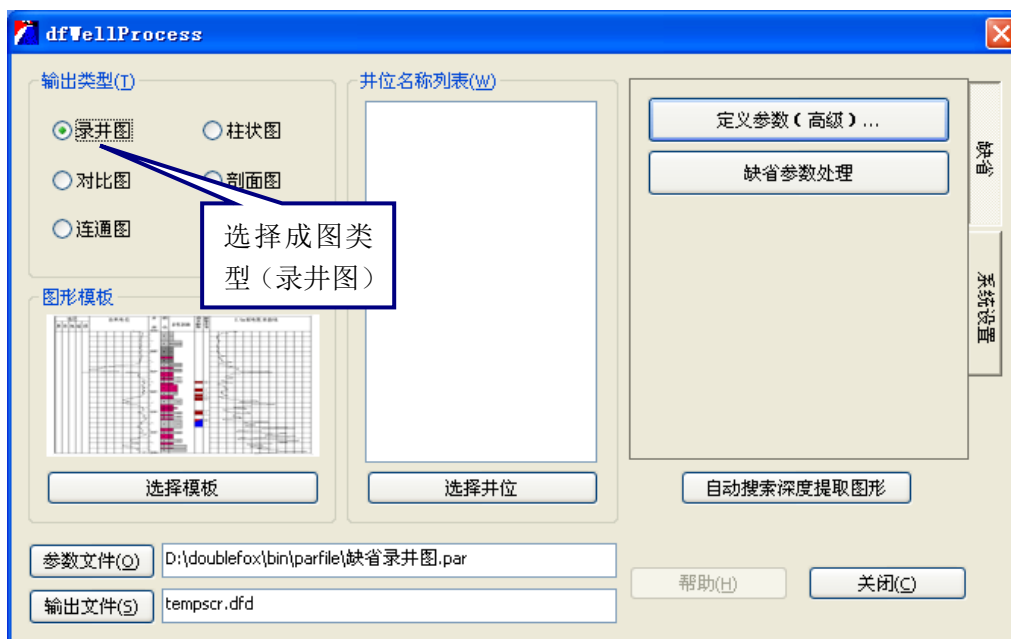

图 12
(1) 单击输出类型中的录井图前的单选框（如图 12），此时界面上方的参数文件对话框变成可编辑状态。